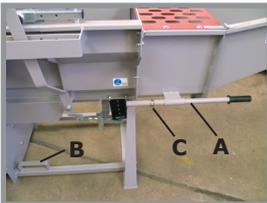

Abb. 13
Ziehen Sie die beiden Transportgriffe (A) auf der rechten Seite der Maschine heraus und sichern Sie diese gegen unbeabsichtigtes Her-einrutschen mit den beiden Rohrklappsteckern (C, Abb. 13). Jetzt können Sie die Maschine anheben.
Achten Sie darauf, dass die Gabeln durch alle 4 Laschen auf der Unterseite der Maschine geführt werden (B). siehe Abb.13